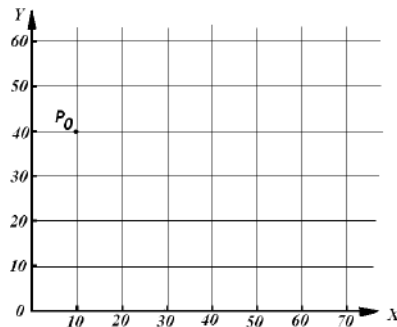

Рис. 2. Координатная сетка.
3. Изобразите траекторию инструмента на координатной сетке, закодированную ниже (рис.2).